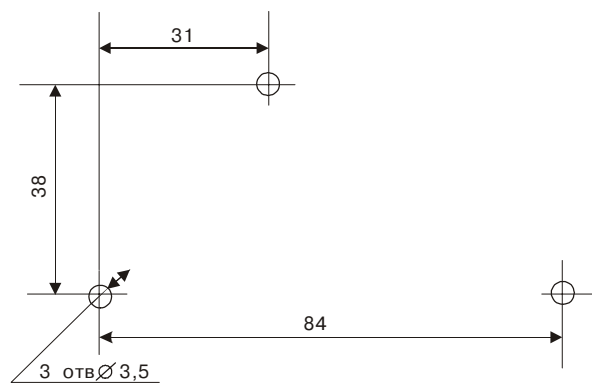

Рис.19
- произведите разметку согласно рис.19;